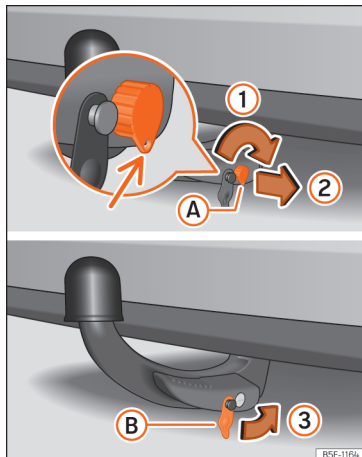

Fig. 272 Posizionamento del gancio di traino. Passaggio 2
- Ruotare la chiave a destra di mezzo giro, fino a quando il foro si trova in basso »» fig. 272 ①.
- Estrarre la chiave ②.
- Collocare il coperchio B nella serratura ③ »» fig. 272 »» 🔑.